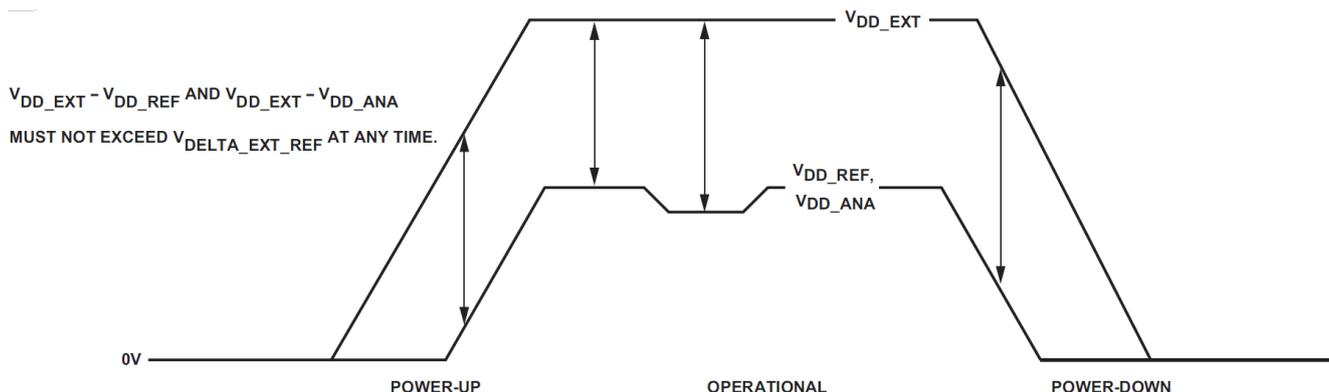

図10. パワーアップおよびパワーダウンの電圧差条件
1. $V_{DELTA_EXT_REF}$ 仕様は、パワーアップ・リセット時やデバイスのパワーダウン時を含め、常に満たす必要があります (図10)。